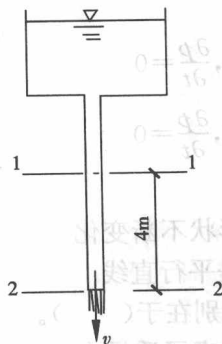

图 10-8
14. 如图 10-8 所示垂直下泄恒定流水管, 出口流速  $v=6\text{m/s}$ , 管径不变, 上游断面 1-1 高于出口断面 2-2, 高差为 4m, 水头损失不计。则上游断面 1-1 的压强水头为( )m  $\text{H}_2\text{O}$ 。